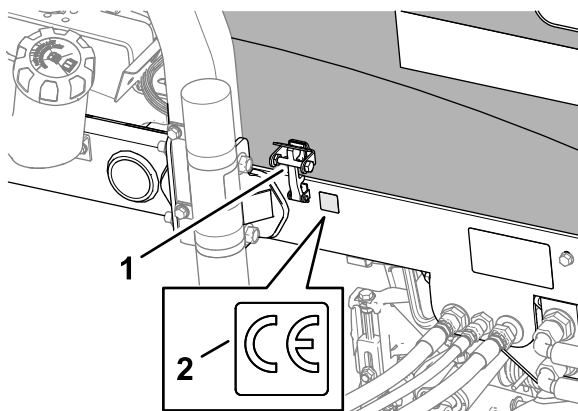

Figura 38
3. Curăți cu alcool cadrul din stânga, lângă mecanismul de blocare a capotei i lăsați cadrul să se usuce (**Figura 38**).
4. Îndepărtați suportul și aplicați autocolantul CE pe cadru, așa cum se arată în Figura 38.